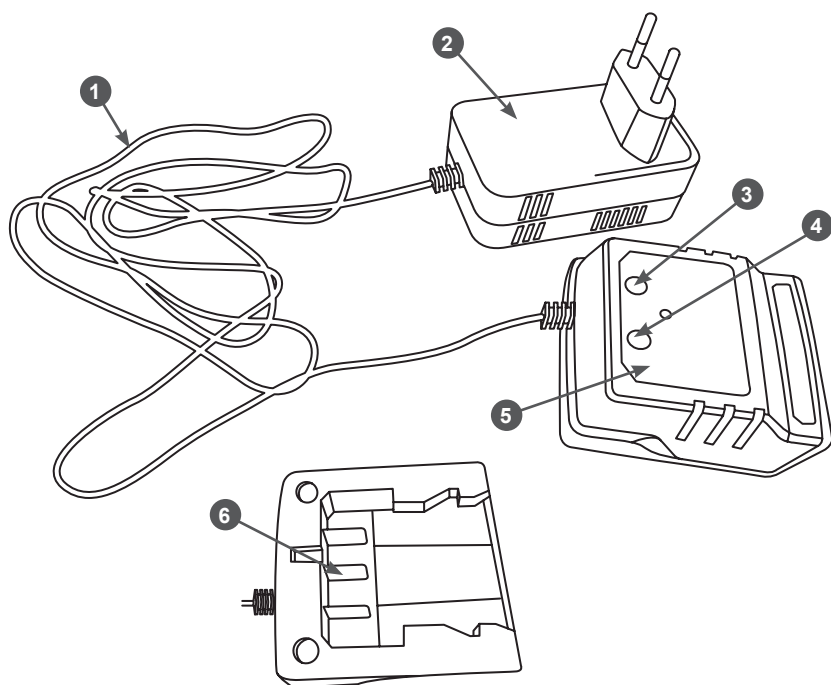

Рис. 1 Основные узлы и органы управления СН1811
Основные узлы и органы управления зарядного устройства показаны на Рис. 1,2.
2. Подключите зарядное устройство к сети. Процесс зарядки начнется автоматически, индикатор 4 сети (Рис. 1,2) загорается красным цветом и через несколько секунд затухает, после этого загорается индикатор зарядки. Во время зарядки индикатор 3 зарядки (Рис. 1,2) и панель индикаторов аккумулятора мигает зеленым цветом.
4. После окончания зарядки (индикатор зарядки горит зеленым), сначала отсоедините блок питания 2 (Рис. 1) от сети переменного тока, а затем снимите адаптер с аккумулятора (модель СН1811). Для модели СН1812 отсоедините вилку от сети переменного тока и снимите аккумулятор с зарядного устройства.